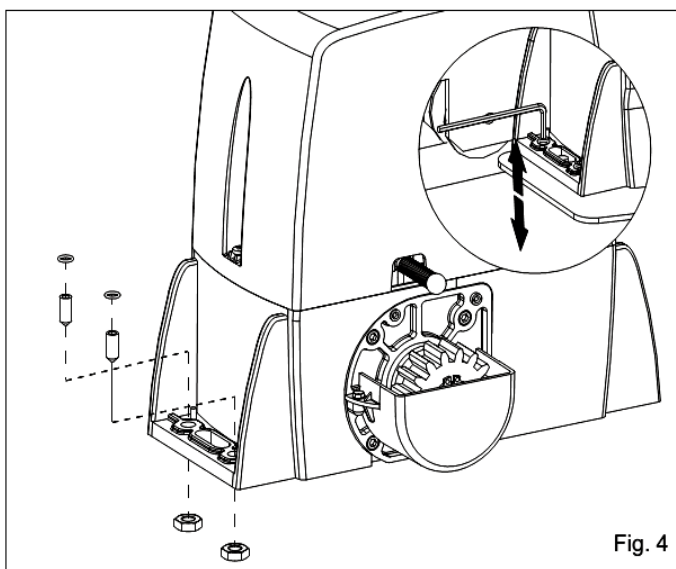

Fig. 4
4.1. Insertar los 4 pasadores en los respectivos agujeros para regular la altura del motorreductor a la placa (Fig.4)